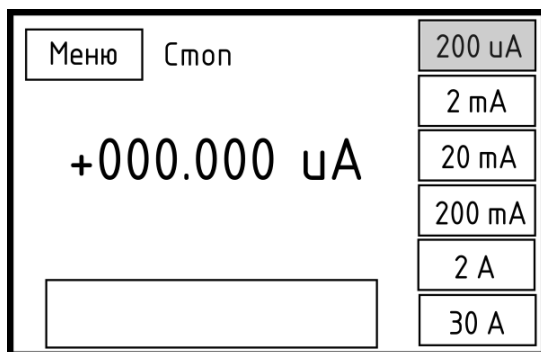

Рисунок 3.7 – Режим воспроизведения силы постоянного и переменного тока
3.4.1 Для установления режима воспроизведения силы постоянного тока (рисунок 3.7) необходимо последовательно нажать сенсорные клавиши «Меню» и «I» на дисплее.
3.4.2 Для установления режима воспроизведения **силы переменного тока** (рисунок 3.7) необходимо последовательно нажать сенсорные клавиши «Меню» и «I» на дисплее.